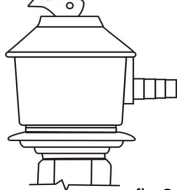

fig.3
1. Nå som regulatoren er korrekt montert, skrus gassen på ved å slå over hendelen slik at den peker i slangeuttakets retning. (Den røde flammen skal nå vises) (fig.3).
2. For å skru av gassen, slå over hendelen slik at den peker i motsatt retning av slangeuttaket. (Rød flamme vises ikke) (fig.3).